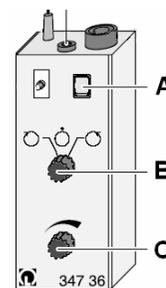

Рис. 5
- 8) Установить ручку регулировки скорости оборотов двигателя (C) (см. рис. 5) в крайнее положение против часовой стрелки.
- 9) Установить ручку направления вращения (B) в среднее положение.
- 10) Включить блок управления двигателем клавишей (A).